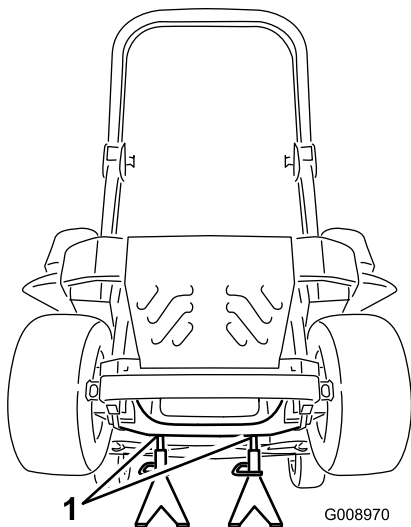

Bild 87
3. Heben Sie die Maschine an und stützen Sie sie mit Achsständern ab (Bild 87).
9. Entfernen Sie die Achsständer und senken Sie die Maschine ab (Bild 87).